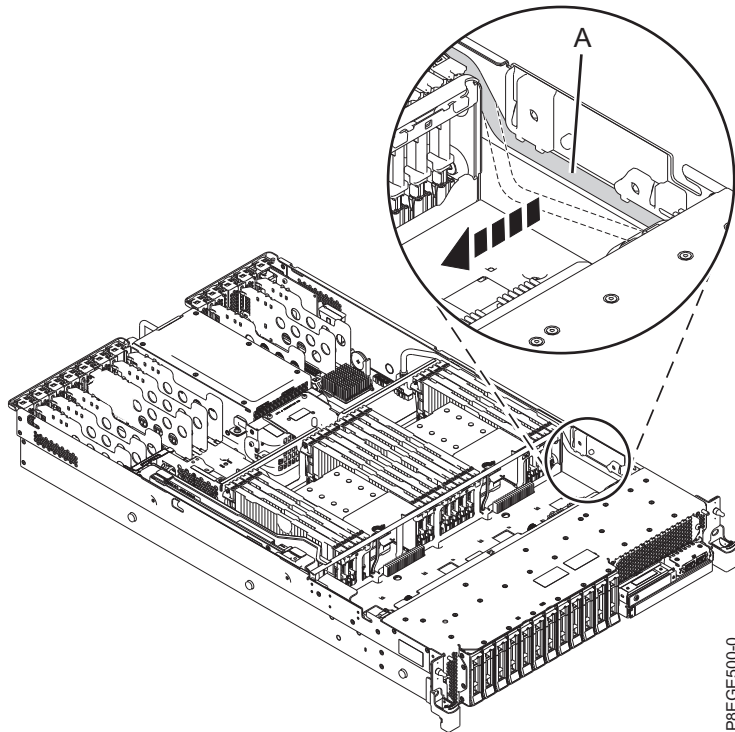

Figura 2. Extracción del cable USB del canal del cable
4. Tire del cable USB frontal (**A**) fuera del canal del cable en la parte lateral del sistema. Consulte la Figura 2.